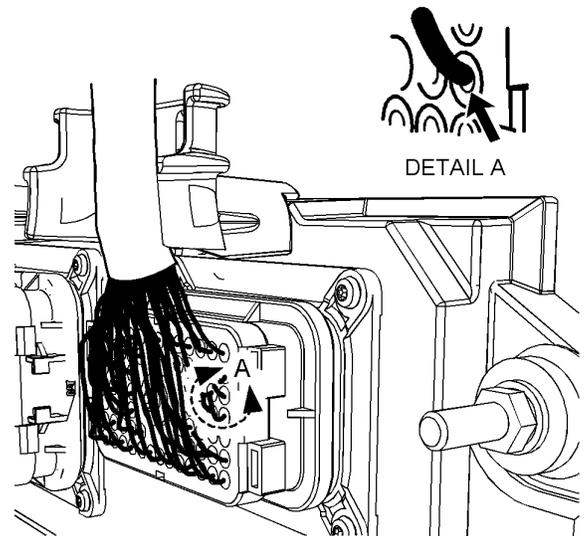

Рисунок 1
**а.** Осмотрите все жгуты проводов. Убедитесь, что прокладка жгута проводов позволяет ввод проводов в разъемы под прямым углом. В противном случае провод может деформировать отверстие уплотнения. См. рис. 1. Деформация отверстия уплотнения может привести к попаданию влаги в разъем. Убедитесь в том, что уплотнения проводов обеспечивают герметичность.